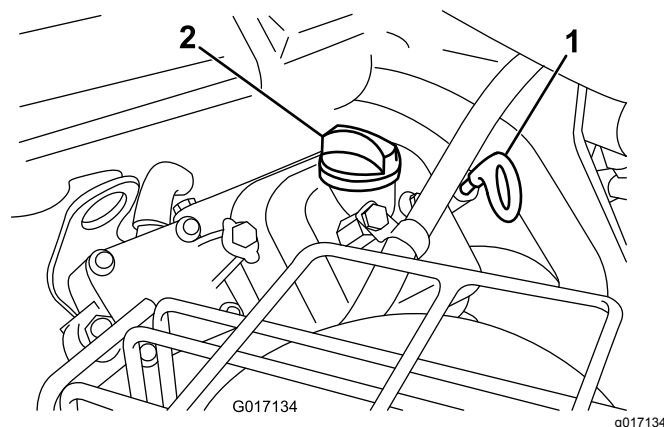

Figura 38
2. Retire a vareta e limpe-a com um pano limpo. Volte a colocar a vareta no tubo e verifique se está completamente introduzida (Figura 38).